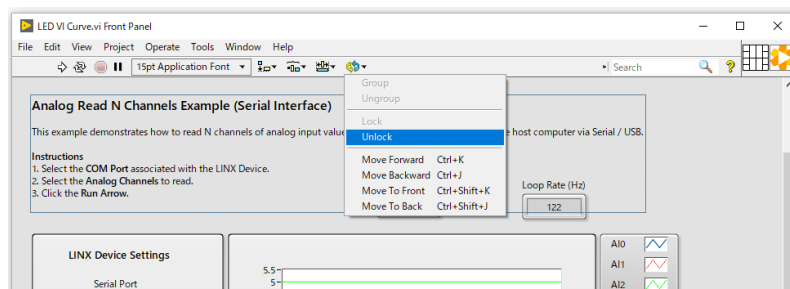

図 6-8 説明テキストのロック解除
**LINX - Analog Read N Channels.vi**を**LED VI Curve.vi**として別名で保存します。**LINX - Analog Read N Channels.vi**の説明書きがフロントパネルに残っています。不要になりましたので削除したいのですが、「lock」されているので削除できません。説明書きの周辺をマウスで左クリックしながらドラッグするとテキストを選択することができます。ツールの右端のアイコンの「Reorder」ツールで「unlock」を選択すると削除できるようになります（図6-8）。